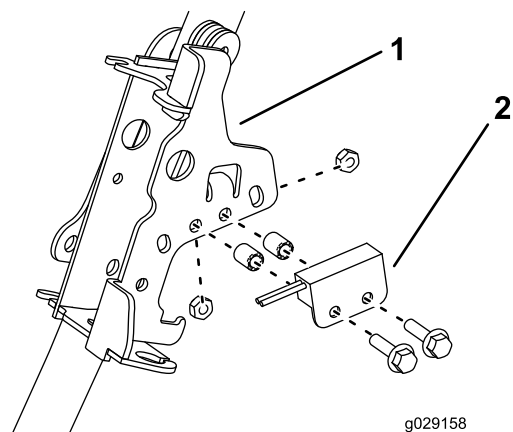

图6
12. 卸下并丢弃旧牵引支架，但应保留接近开关和固定件（图6）。